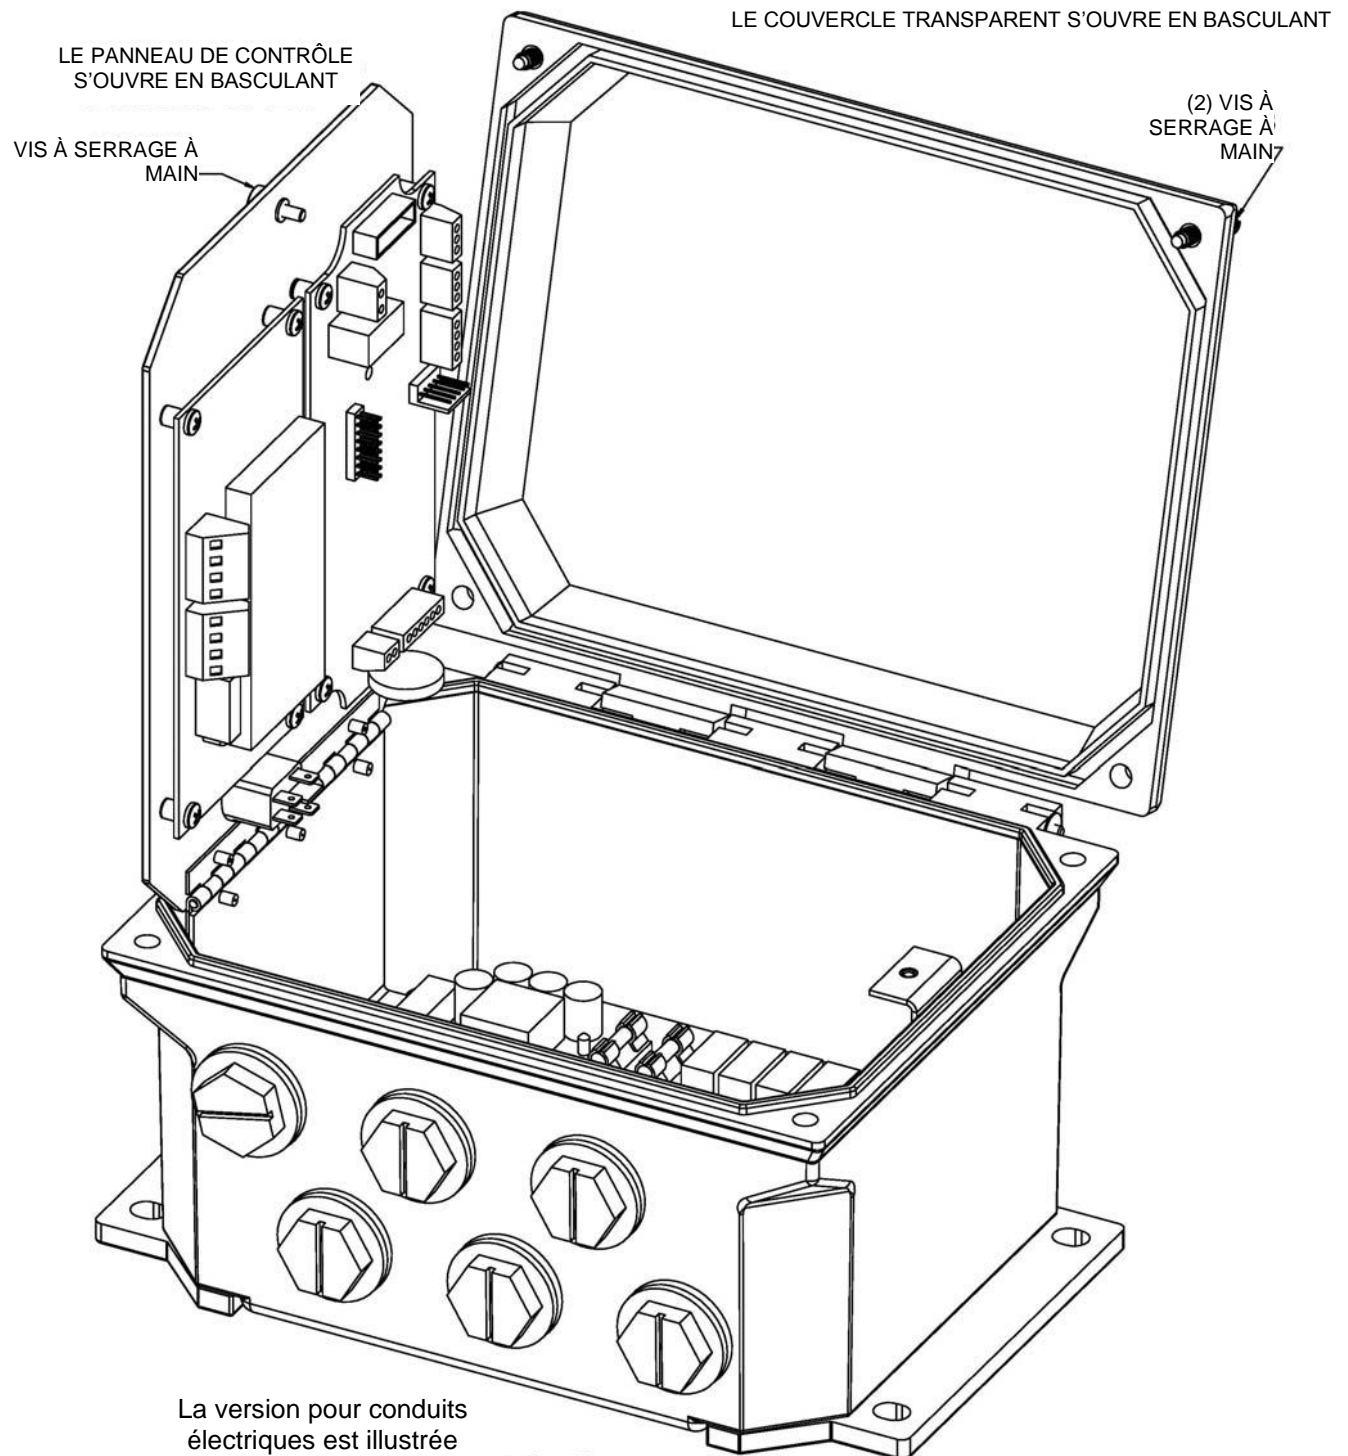

Figure 2
Détachez les deux (2) vis à serrage à main pour ouvrir la couverture frontale du contrôleur, détachez alors les vis à serrage à main du panneau intérieur et basculez soigneusement le panneau vers la droite (Figure 2).